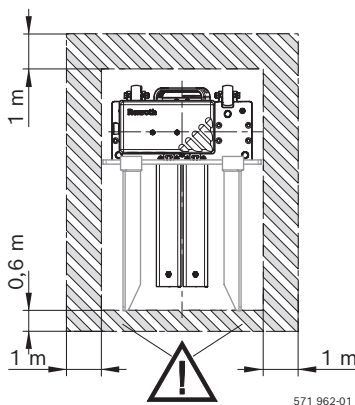
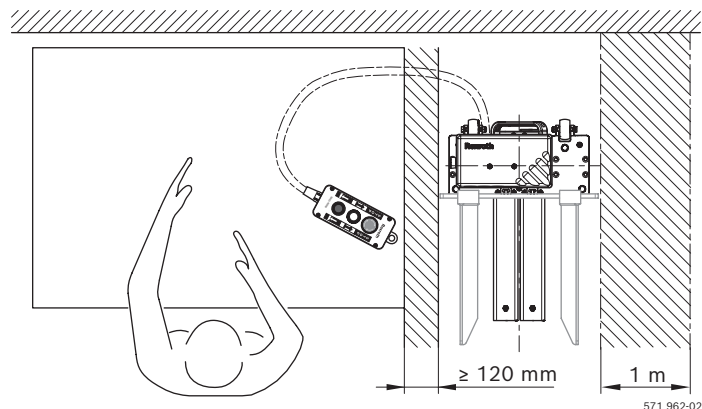

Fig. 1: Elevador de cajas con zona de peligro delimitada (amarillo/negro)
Fig. 2: Utilización junto a un puesto de trabajo con distancias de seguridad marcadas
Para ello, tenga en cuenta las recomendaciones mostradas en Fig. 1 y Fig. 2:
- Aplicación independiente (Fig. 1)
- Utilización junto a un puesto de trabajo (Fig. 2)